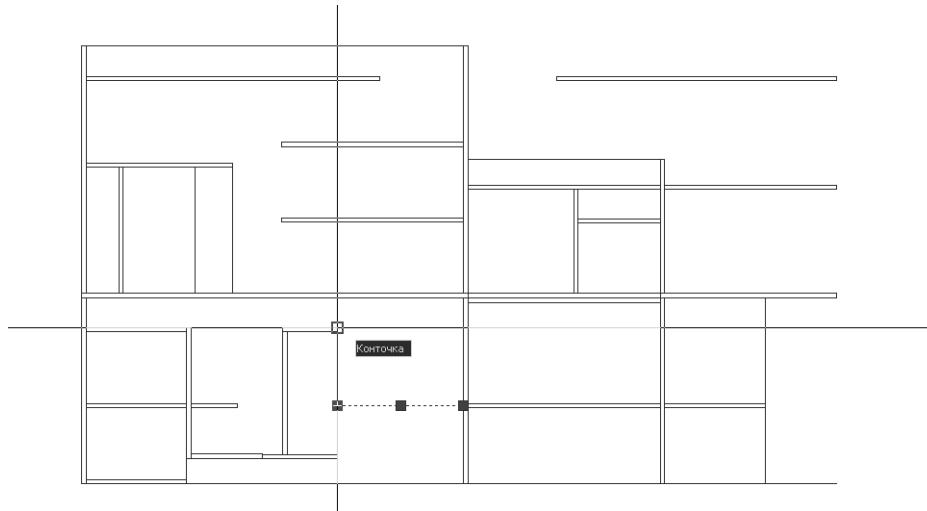

Рис. 8.22 ▼ Создание вспомогательной горизонтальной линии с использованием маркеров выделения
2. Скопируйте полученную линию с помощью маркеров выделения вверх так, чтобы она точно совпала с горизонтальной линией, образующей верхнюю границу контура большой тумбы (рис. 8.22). Эта линия будет использоваться в качестве вспомогательной для вставки изображения ручки.